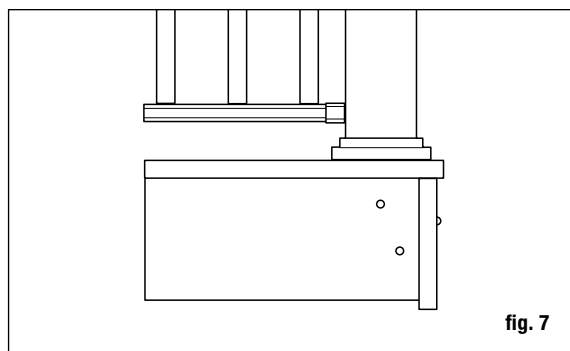

fig. 7
Étape 3 Grâce au niveau, positionnez et mettez le poteau à niveau et maintenez-le avec un serre-joint à la face intérieure du limon. Remettez à niveau. Le poteau du garde-corps d'escalier de 10 x 10 cm (4 x 4 po) devrait être boulonné à l'intérieur du limon d'escalier en utilisant deux boulons de carrosserie galvanisés 1/2 x 6 po. Les poteaux de coin utilisent un troisième boulon de carrosserie inséré à travers la solive adjacente (fig. 7). Les poteaux au niveau du sol devraient être installés dans le béton.